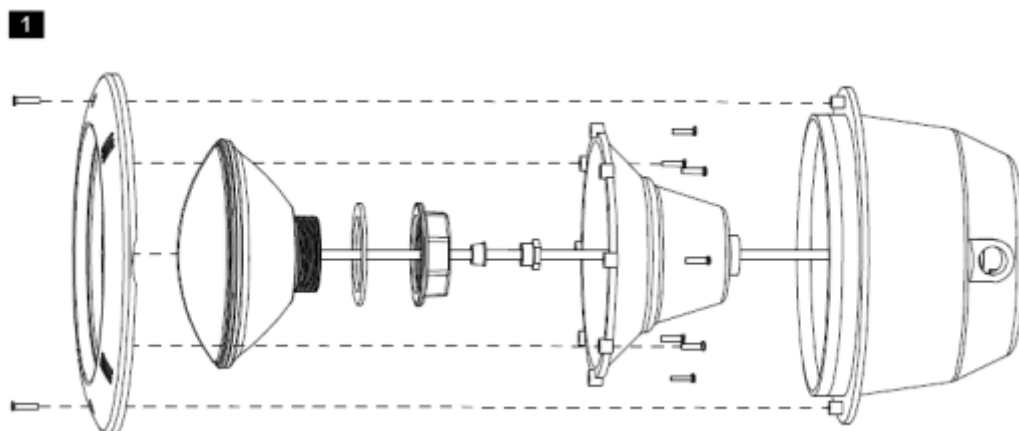

Bild 1
3.6 Schließen Sie den Strom an und schalten Sie die Leuchte ein, um die Installation wie unten in Bild 1 abzuschließen.